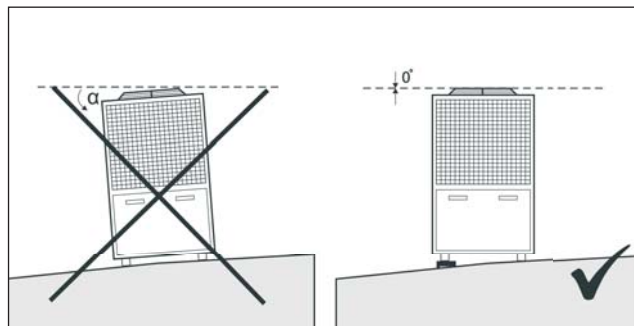

Рис. 9.8
- Агрегат должен быть установлен строго горизонтально. Допустимый уклон составляет не более 3 мм на 1 м (Рис. 9.8).